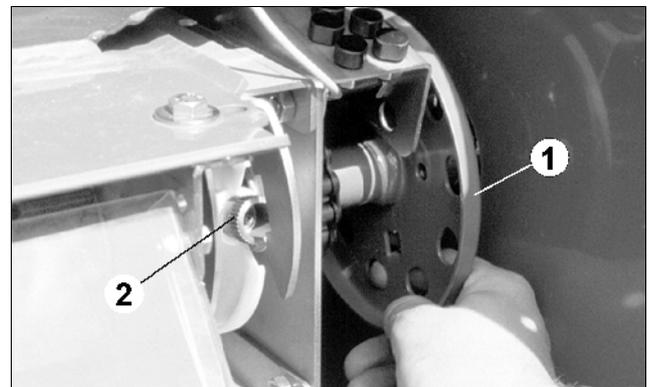

Fig. 61
- Handrad (Fig. 61/1) soweit verdrehen, bis die Rändelschrauben (Fig. 61/2) sichtbar werden